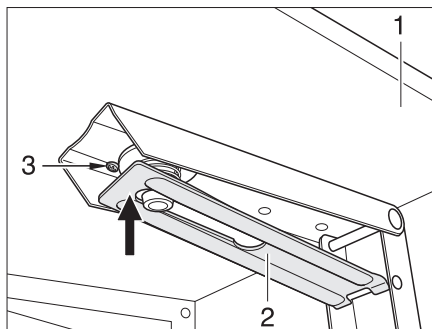

Fig. 68 Support rallonge de la banquette
- Rabattre la rallonge de la banquette (Fig. 68,1) vers le haut. Le support (Fig. 68,2) s'enclenche automatiquement dans cette position.
- Presser le support (Fig. 68,2) vers le haut dans le sens de la flèche en forçant la résistance du ressort en spirale (Fig. 68,3). La rallonge de la banquette est alors déverrouillée.